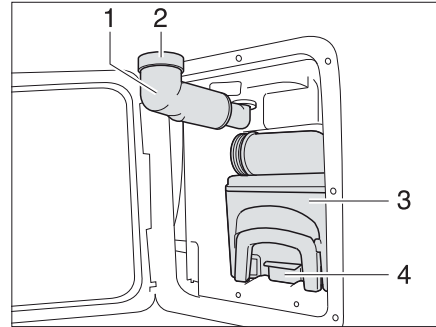

Fig. 151 Cassette Thetford
- Faire pivoter le bec de remplissage d'eau fraîche (Fig. 151,1) vers l'extérieur.
- Retirer le bouchon à vis (Fig. 151,2).